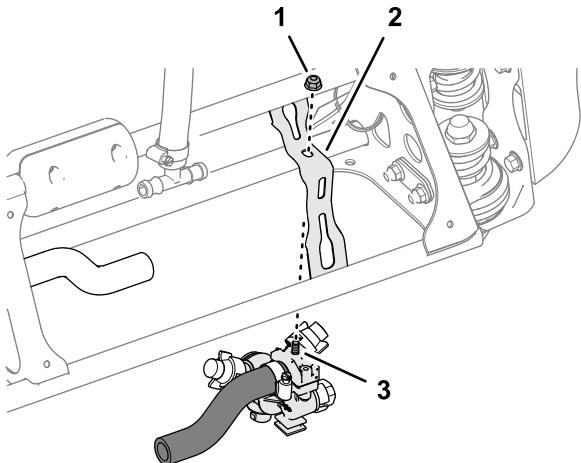

Figure 85
2. Déposez les contre-écrous qui fixent les 11 ou 12 tourelles de buses aux sections de pulvérisation extérieures et centrale, puis déposez les tourelles et les flexibles de la machine (Figure 85).